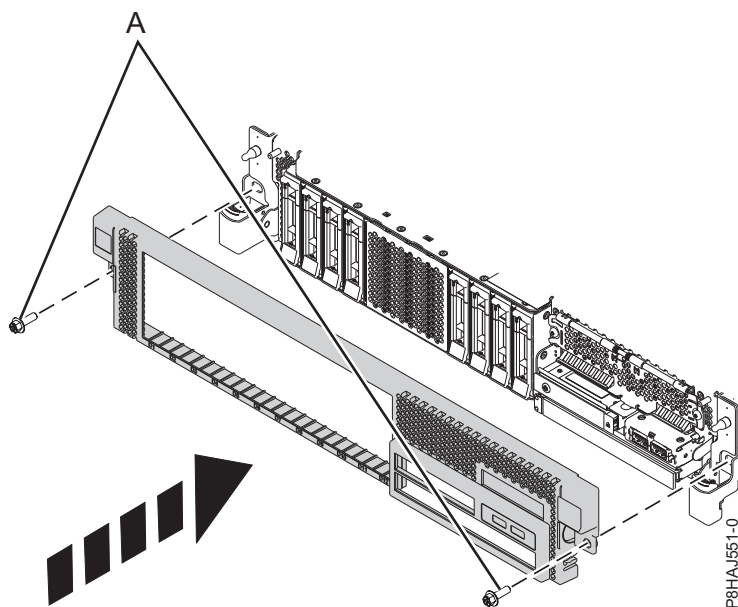

Figura 12. Instalar a tampa anterior
3. Feche os trincos de libertação ao empurrá-la na direcção mostrada em Figura 12 na página 30. A tampa fica encaixada e tem uma indentação que lhe permite segurá-la mais facilmente.
4. Substitua os parafusos de transporte (A).